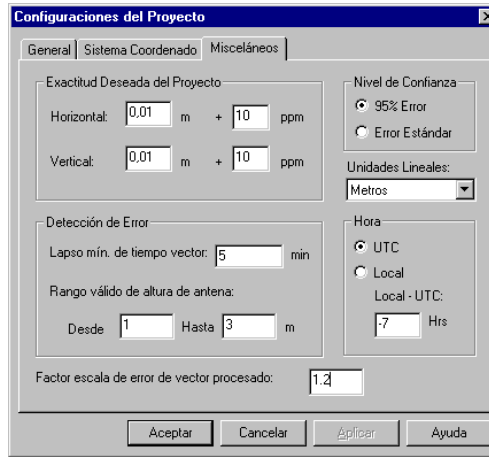

Figura 12.12. Cambiando las Configuraciones de Proyecto
8. Establezca el **Factor de escala de error del vector procesado** en 1.2 (Figura 12.12).